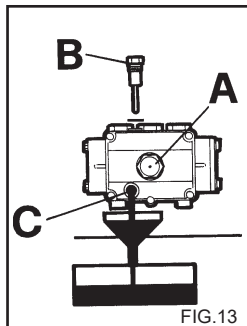

FIG.13
- 2) Bruk peilepinnen til å skru av dekslet (fig. 13).